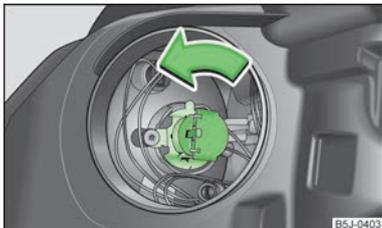

Fig. 146
- Girar el conector con la bombilla hasta la tope en el sentido contrario al de las agujas del reloj y retirarlo » fig. 146.